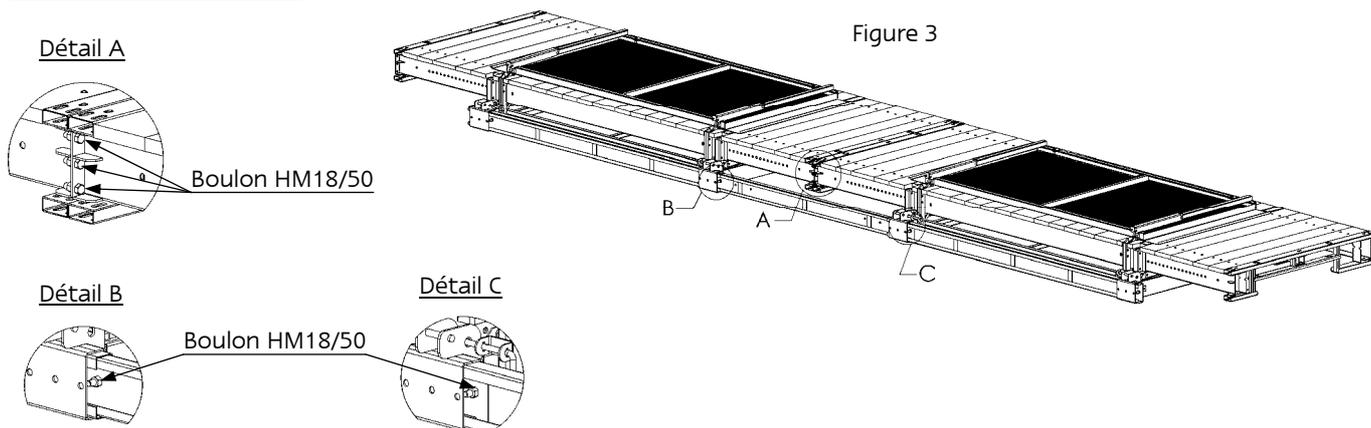

Figure 3
- Approcher la console B de la console A jusqu'au contact des deux rives latérales. (voir figure 3)